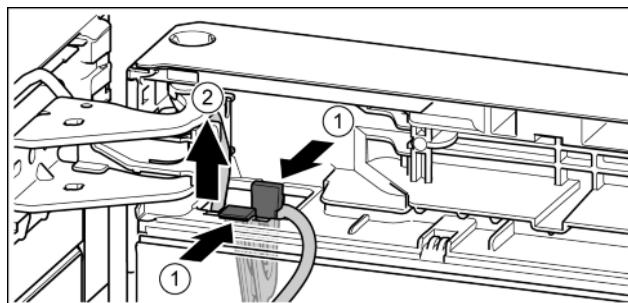

Fig. 20
- ▶ Нажать на соединительную накладку. *Fig. 20 (1)*
- ▶ Вынуть держатель кабеля с закрепленным на нем кабелем. *Fig. 20 (2)*